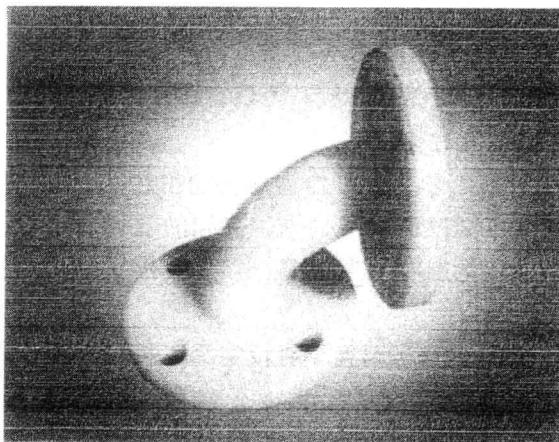

图 1-6 法兰制作实例
- ① 筒体尺寸  $\varnothing 1200 \times 550\text{mm}$ ，筒体转速 10~20r/min。
- ② 高速搅拌配置好的涂料倒入筒内低速转动，防止沉淀以便白模浸涂。
- ③ 按客户要求定制不同尺寸钢板筒体或不锈钢筒体。
**【实例】** EPS 废料制成白模，圆坯  $\varnothing 200 \times 20$  (6 孔均布  $\varnothing 20$ ) 2 块，内经  $\varnothing 100$ ，外径  $\varnothing 120$ ，长 500，2 个半圆管，2 端法兰，6 孔  $\varnothing 20$  均布，粘接而成。如图 1-6 所示。